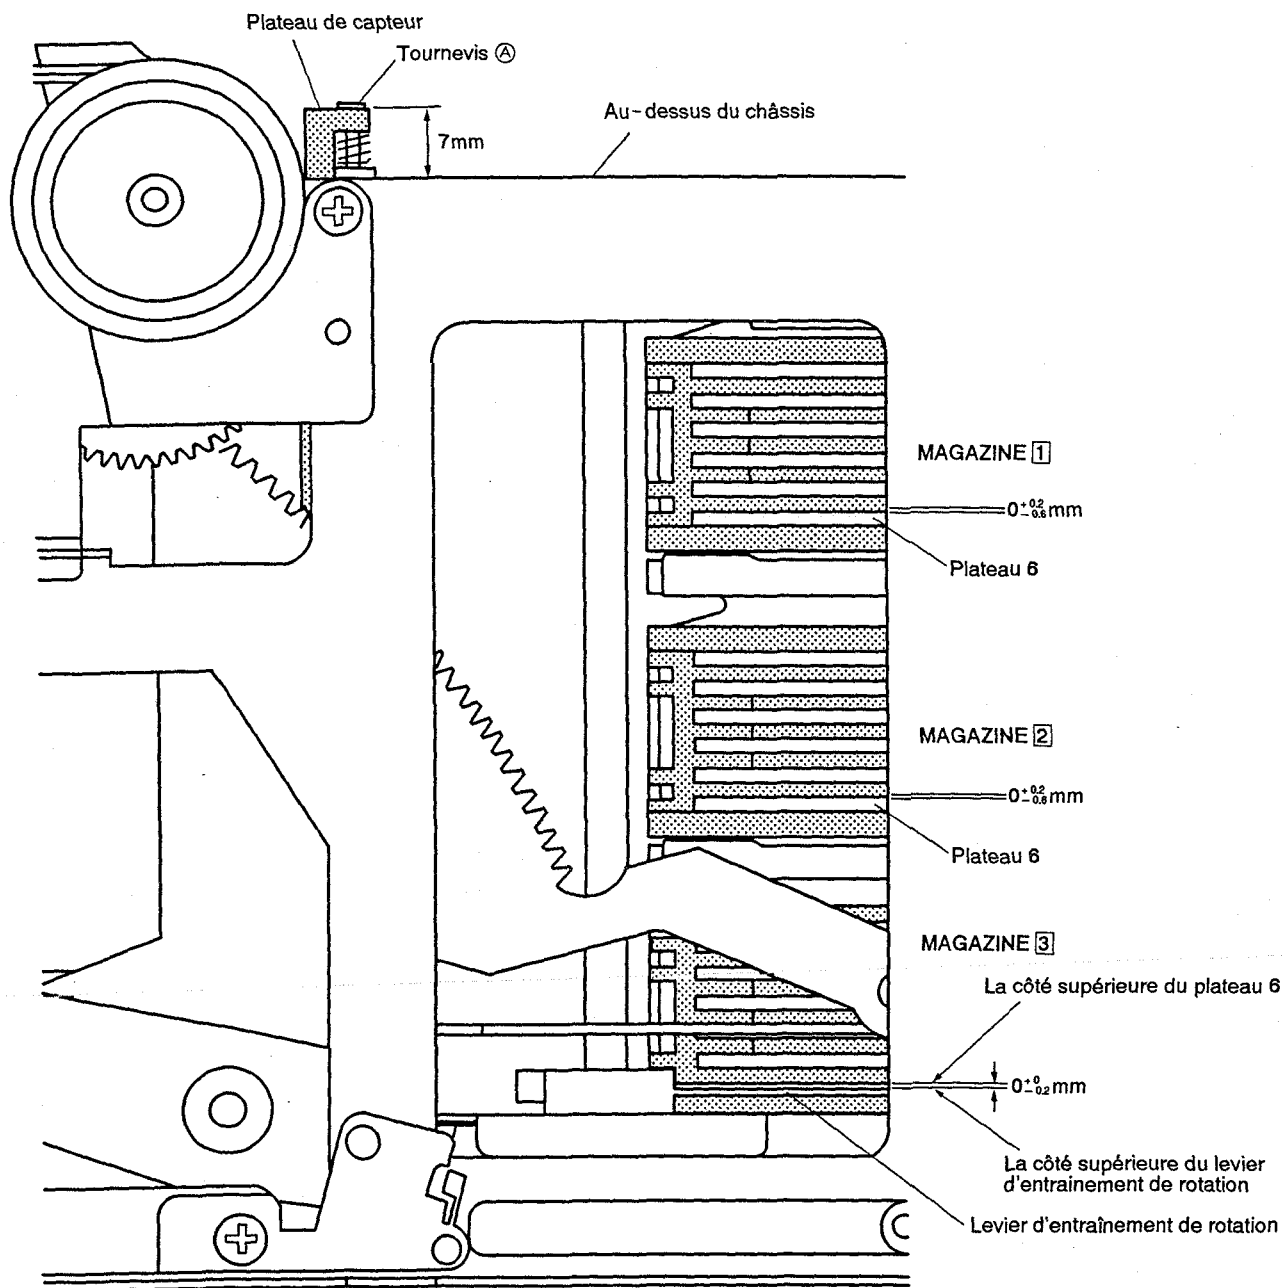

Figure. 6-1
1. Régler la tournevis ① jusqu'à ce que la côté supérieure du plateau de capteur soit 7mm au-dessus du châssis principal. (Figure 6-1)
3. Insérer le magasin CD à la fente du MAGAZINE ③.
(Figure 6-1, MAGAZINE ③)
- Si la côté supérieure du levier d'entraînement de rotation est inclinée vers le haut (vers le plus), tourner la tournevis ① dans le sens des aiguilles d'une montre pour régler délicatement la position de montage du plateau de capteur vers le bas.
- Après le re-réglage de la tournevis ①, appuyer sur la touche STOP (□), et répéter les étapes 4 à 6.
- Si la côté supérieure du levier d'entraînement de rotation est inclinée vers le bas (vers le moins), tourner la tournevis ① en sens inverse des aiguilles d'une montre. Puis, appuyer sur la touche STOP (□), et répéter les étapes 4 à 6.
9. Ejecter le magasin CD en appuyant sur la touche MAGAZINE ③ EJECT (△).
10. Insérer le magasin CD à la fente de MAGAZINE ①.
(Figure 6-1, MAGAZINE ①)